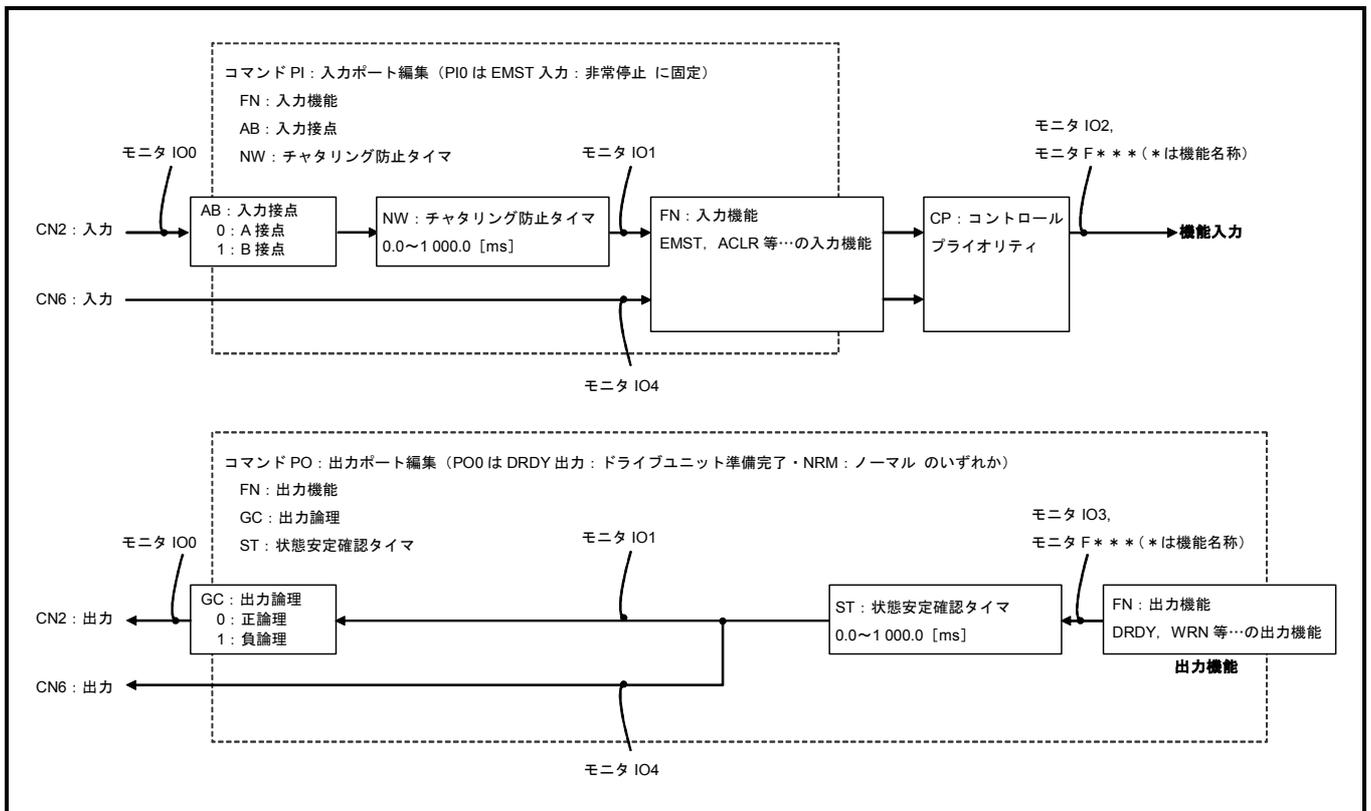

図 3-2：制御入出力の機能構成と状態のモニタ
⑥編集を終了するにはプロンプト“?”が表示されている状態で **ENT** キーを入力します。
⑦コマンド SV:サーボオン許可 を入力し、モータをサーボオン許可状態にします。
- ドライブユニットの制御入出力機能とモニタ **IO** の関係は「**図 3-2：制御入出力の機能構成と状態のモニタ**」のようになります。